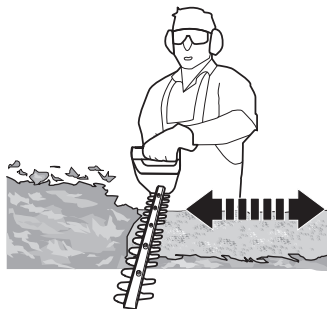

Fig. 7
9. Corte en varias etapas para lograr un mejor resultado en lugar de intentar cortar de una sola vez si la zona a cortar es particularmente grande (Fig. 7); los cortes más pequeños permitirán un fácil compostaje.